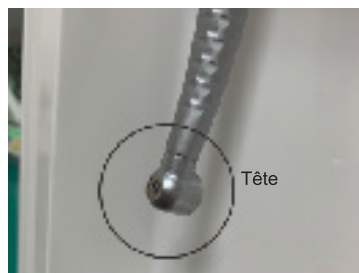

Figure 10
3. Lors de l'installation, « veuillez tourner la prise à broche de la pièce à main coudée vers le couvercle de la porte et fermer soigneusement le couvercle de la porte (comme indiqué sur la figure 10) »